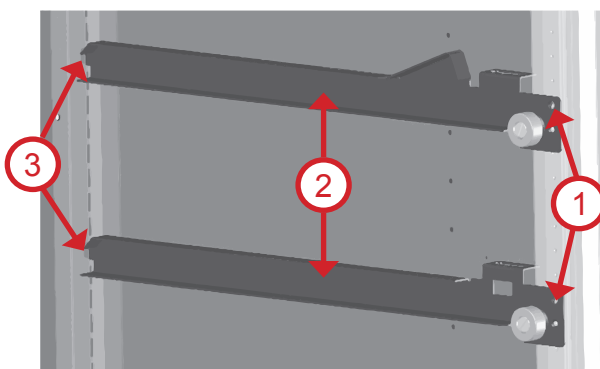

Рисунок 41 - Установка направляющей полки
3. Отвинтите винт (см.рис. 41, поз.1), на направляющей, которую нужно переместить.
4. Вытащите направляющую (см.рис.41, поз.2) из паз (см.рис.41, поз.3).
5. Установите направляющую на новое место, вставив её в паз и зафиксировав винтов (см. рис.41, поз.1).